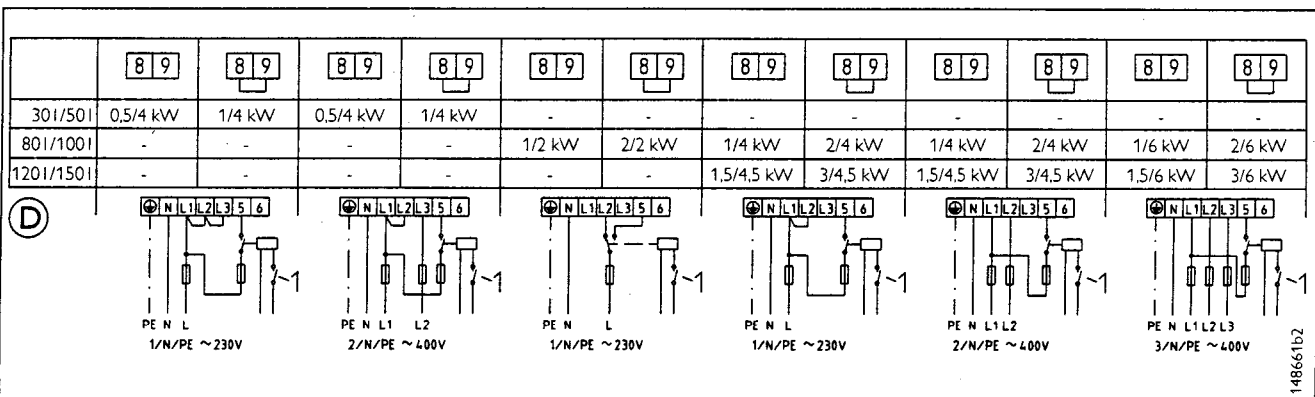

Abb. 17/ Fig. 17/ Afb. 17
- Connect up as shown in the drawings to suit the required power rating. In the **SH 30–150 S** the terminal bridging piece (Fig. 15, terminal 8–10) should be unplugged. In the **SHZ 30–150 S** the terminal bridging piece (Fig. 17, terminal 8–9) should be positioned to suit the desired loading for the off-peak tariff.
- Pour les appareils **SH 30–150 S**, le montage (fig. 15, bornes 8–10) est à modifier, et pour les modèles **SHZ 30–150 S** le montage (fig. 17, bornes 8–9) est à placer selon la puissance désirée en tarif nuit.
- Het apparaat moet volgens de aansluitvoorbeelden aan het gewenste vermogen aangesloten worden. Bij **SH 30–150 S** is het bruggertje (afb. 15, klem 8–10) om te zetten, en bij de **SHZ**-uitvoeringen moet het bruggetje (afb. 17, klem 8–9) afhankelijk van het laagtarief-aansluitvermogen worden gemaakt.
© Ein-Zähler-Messung, Abb. 17
- © Single meter mode, Fig. 17
- © Installation avec un compteur d'énergie, fig. 17
- © Meting d.m.v. één kWh-meter, afb. 17